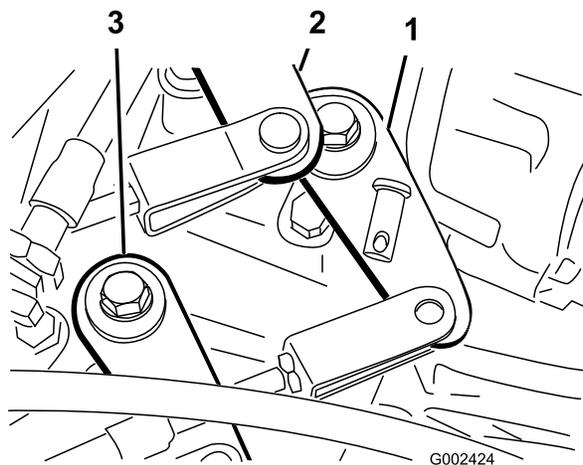

Рисунок 56
2. Снимите штифты с головкой и отверстием под шплинт, которые крепят тросы переключения передач к рычагам переключения коробки передач (Рисунок 56).